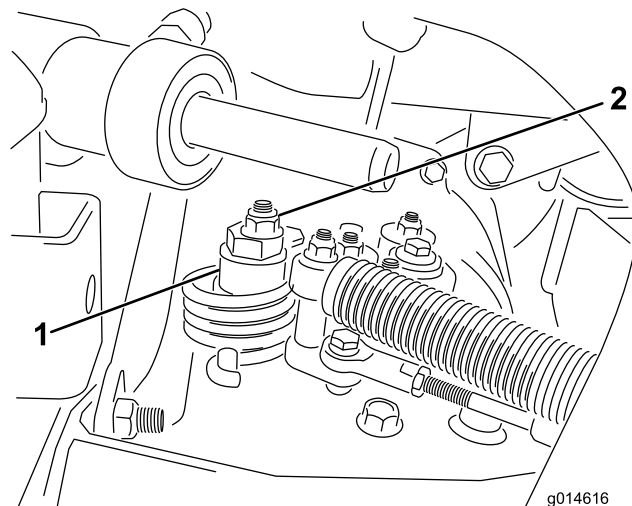

Figura 37
- A. Liberte a porca que fixa o disco excêntrico ao cima do hidróstato (**Figura 37**).
- C. Rode o disco excêntrico até eliminar a deslocação em qualquer um dos sentidos. Quando a roda deixar de rodar, aperte a porca, bloqueando deste modo o disco excêntrico e fixando a posição de ajuste (**Figura 37**). Verifique se o ajuste é o adequado colocando o acelerador nas posições LENTO e RÁPIDO.